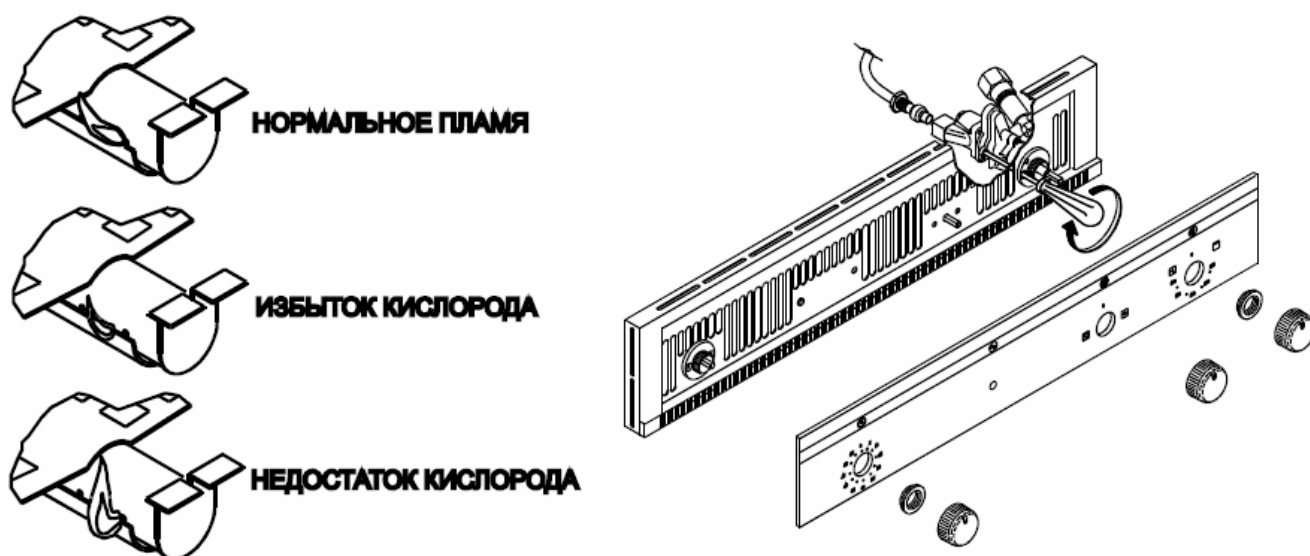

Рис.11
- при снятой горелке ослабьте винт фиксации поворотного кольца (рис.9) и поверните кольцо, совместив метку на кольце с меткой «N» для природного газа либо с меткой «LPG» - для сжиженного газа. Для оценки качества регулировки используйте данные (рис.11)
винтом, расположенным с внешней стороны стержня регулятора (рис. 11), отрегулируйте пламя до малого, но устойчивого положения (пламя можно увидеть через отверстия в дне духовки).